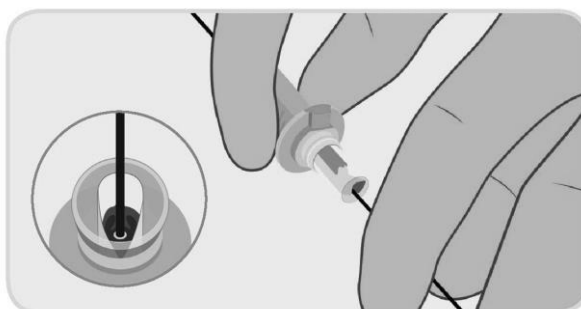

Abbildung 7. Laden des Führungsdrahts in die Kanüle des Geräts.
- Beim Einführen nicht heparinisierte Kochsalzlösung zum Befeuchten des Führungsdrahts verwenden. Den Führungsdraht in das Implantat in der Ladekanüle (siehe Abbildung 7) einschieben und weiter vorschieben, bis er aus dem Hinterteil des PerQseal®-Gefäßverschlusssystems heraustritt. Die PerQseal®-Einführschleuse in einem niedrigen Winkel in Bezug auf die Längsachse der Arterie (z. B. 20°) halten und die Einführschleuse so gerade wie möglich halten, um Knicke zu vermeiden.
Hinweis 2: Während der Einführung nur den hinteren Bereich der Ladekanüle ergreifen (s. Abb. 7).